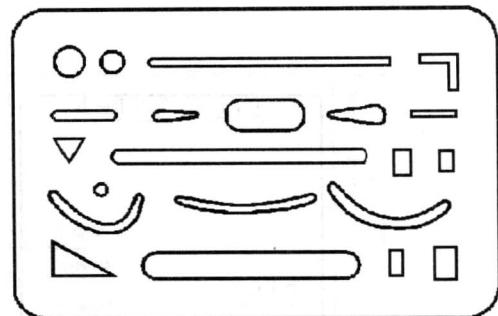

图 1-1-12 擦图片
(4) 擦图片。擦图片是用来修改图线的,如图1-1-12所示,使用时只要将该擦去的图线对准擦图片上相应的孔洞,用橡皮轻轻擦拭即可。
(5) 其他用品。